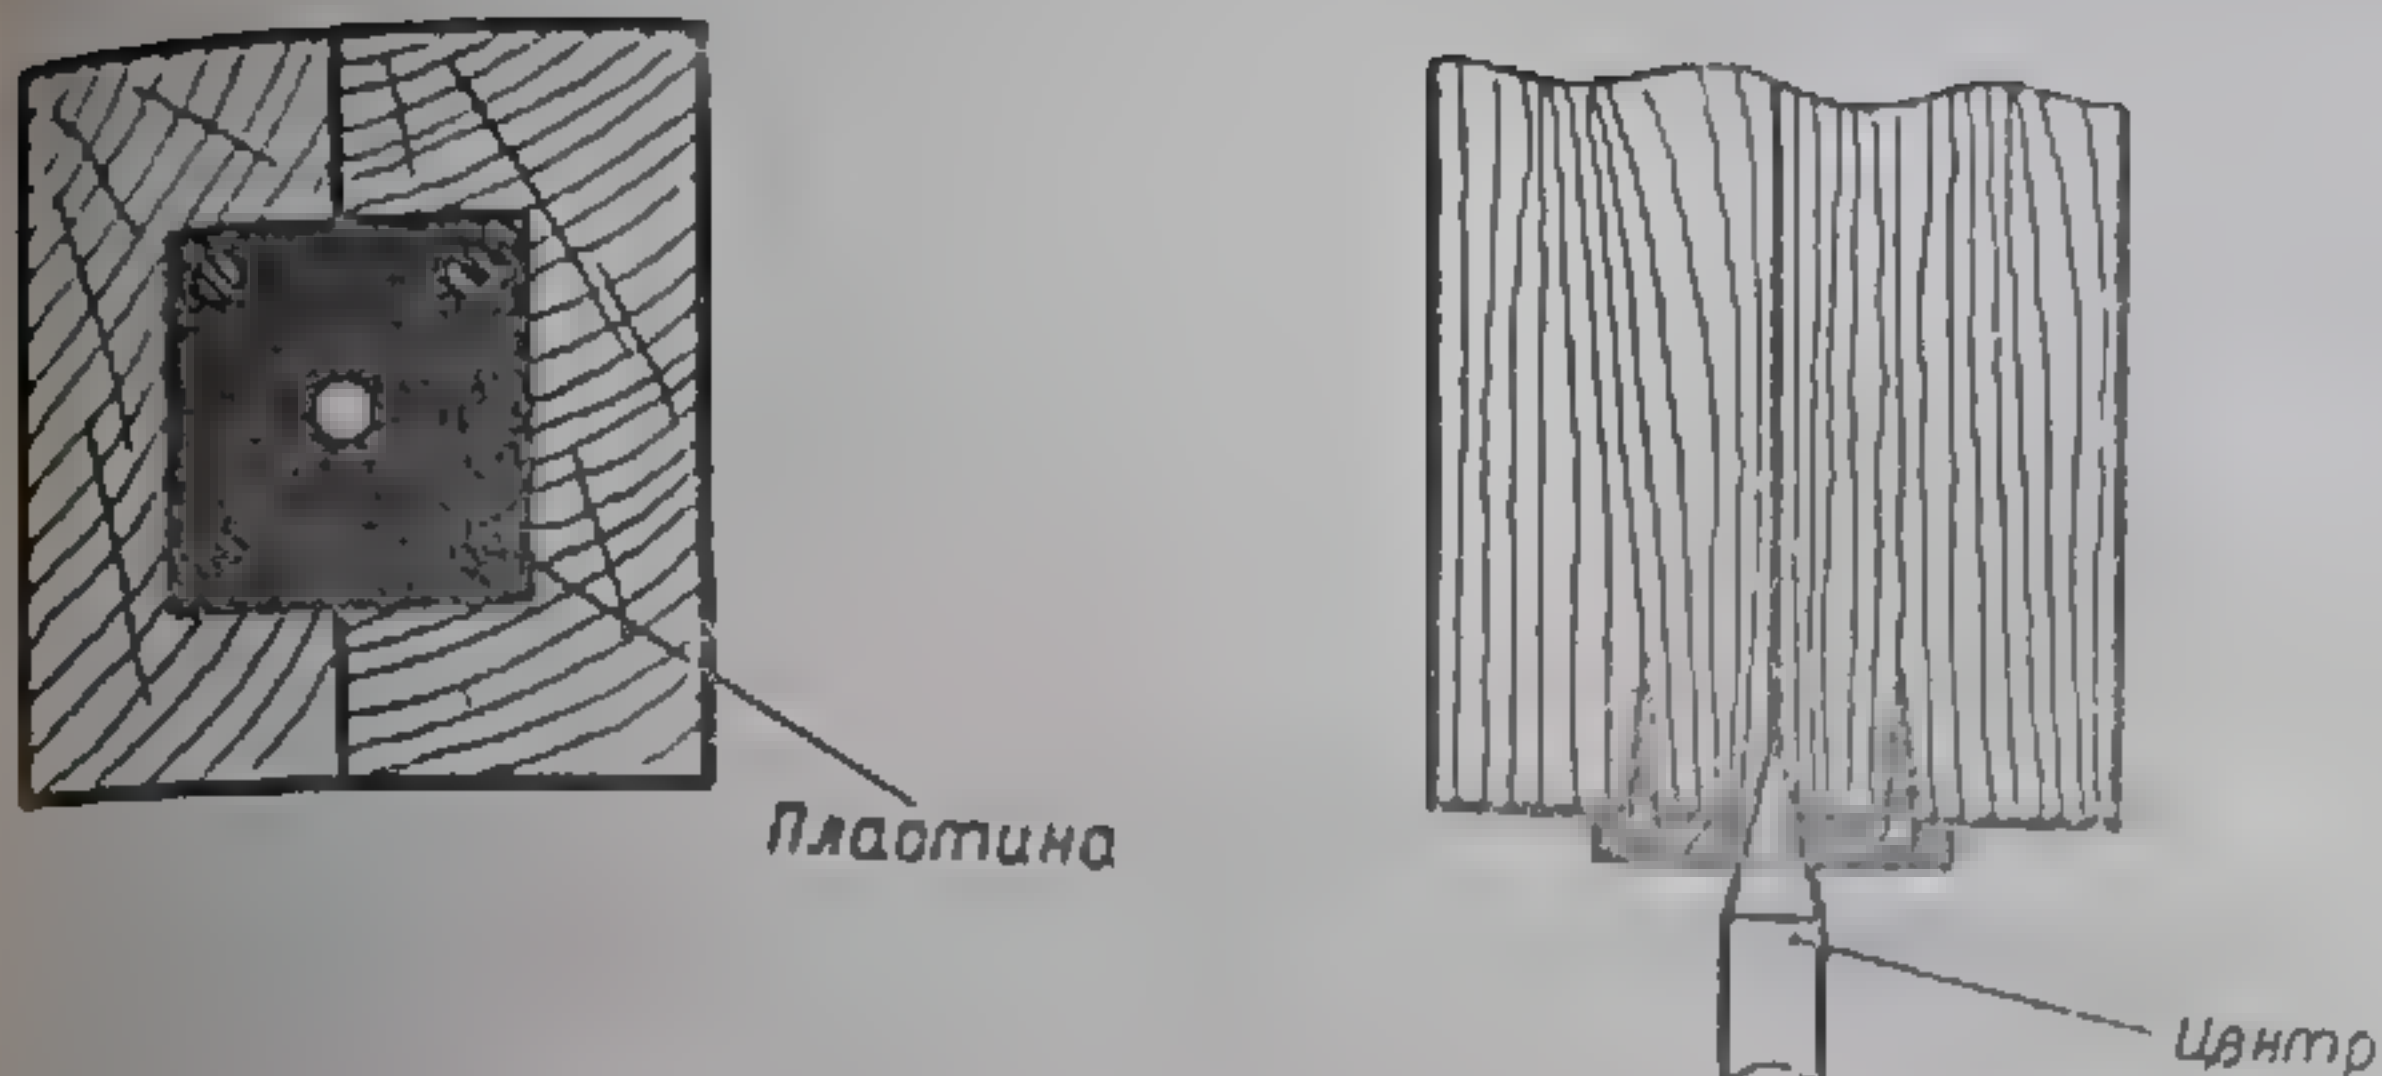

Рис. 205. Опорная пластина для фиксации заготовки
1. Вместо кольца для фиксации сборной заготовки может быть установлена опорная пластина с шипами или на шурупах (рис. 205).